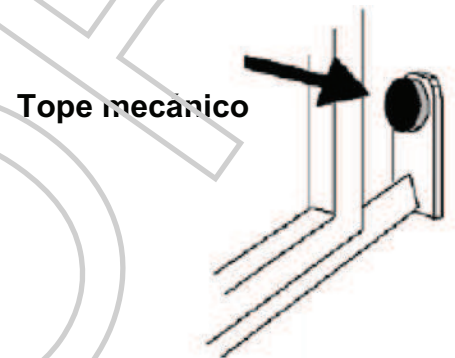
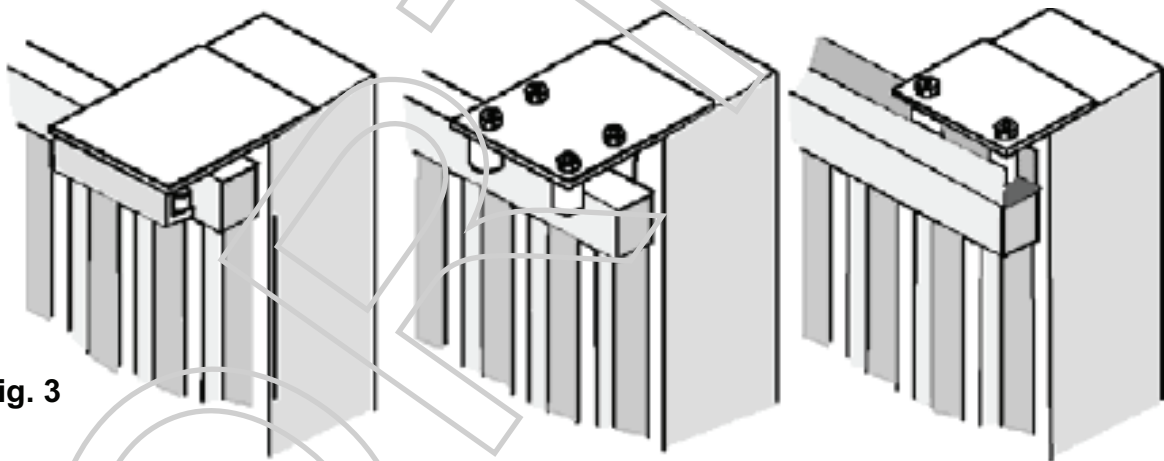

Fig. 2
Fig. 3
- Antes de proceder al montaje del automatismo controlar el buen funcionamiento de la cancela. Asimismo es conveniente verificar que la guía de desplazamiento a tierra (**Fig. 1**) no presente malformaciones, que se encuentre perfectamente nivelada y que el tope mecánico en apertura esté presente (**Fig. 2**), para evitar que la cancela salga de las guías superiores (**Fig. 3**)
Verificar que la guía de desplazamiento superior (**Fig. 3**) esté fijada firmemente y que la cancela se desplace libremente.
Fijar firmemente la cremallera en la cancela, dejando una distancia de 2 a 3 mm. desde el piñón del motor (**Fig.2**).
Fijar las placas (Levas **G**) de Final de Carrera del motor en la cremallera (**Fig. 3**)